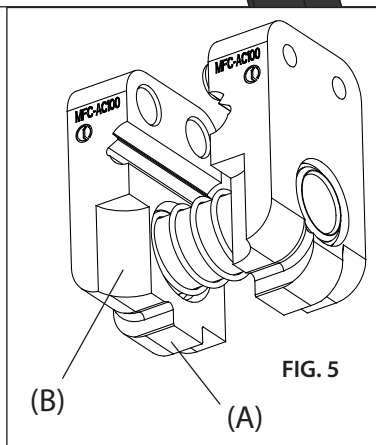

FIG. 5
- Estrarre il perno (17) e inserire il gruppo matrici all'interno dell'utensile dall'alto (rif. a Fig. 1) in modo che la guida (A) (rif. a Fig. 5) si posizioni nella scanalatura ricavata sul fondo della testa e che l'incavo (B), sul fronte delle matrici, sia rivolto verso la lama da taglio (13).
- Inserire il perno (17) completamente fino alla battuta.